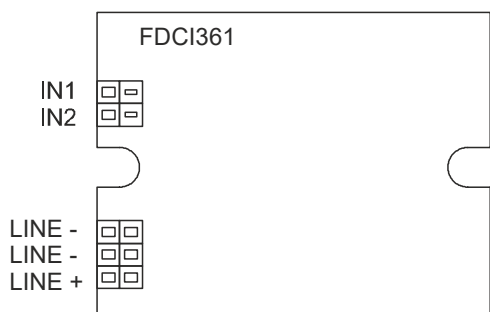
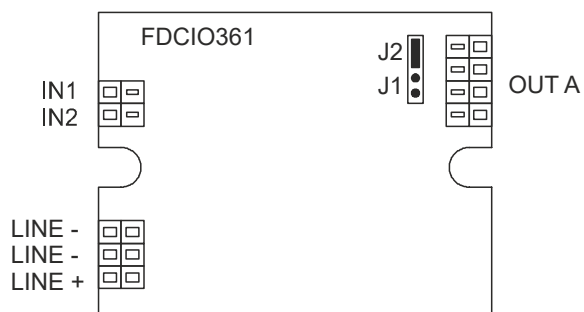

Fig. 13
Fig. 14
1. Connect the cables to the terminals as shown in the connection diagram (Figs. 13 and 14). Refer to the following figures for connection details:
1. Schließen Sie die Kabel gemäß dem Anschlussschema an den Klemmen an (Fig. 13 und Fig. 14).